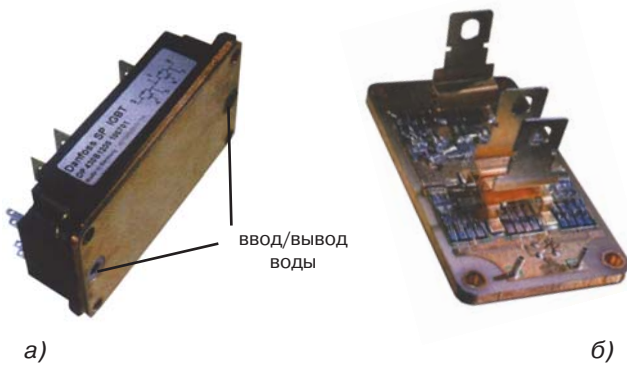
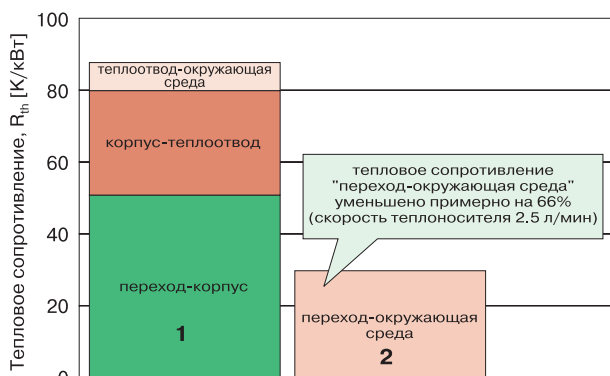

Рис. 5. Модуль с микроканальной системой водяного охлаждения: в сборе (а) и со снятой крышкой (б)
Рис. 6. Сравнительные диаграммы теплового сопротивления стандартного модуля (1) и модуля с интегрированной системой жидкостного охлаждения (2)
2. Охлаждение мощных компонентов. На рис. 5 показаны модули большой рассеиваемой мощности с микроканальными жидкостными системами охлаждения. Элементы модулей смонтированы на керамической подложке, контактирующей с теплоотводом. Теплоотводы, внутри которых находится сеть каналов, изготовлены из нескольких слоев меди, соединенных с применением метода DCB. Как показано на рис. 6,